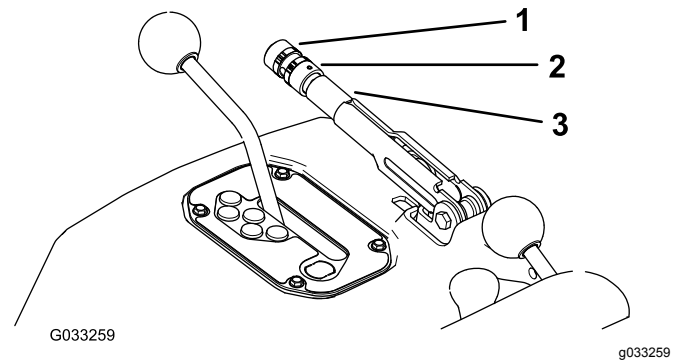

Figura 75
2. Desaperte o parafuso de afinação que fixa o manípulo à alavanca do travão de estacionamento (Figura 75).
3. Rode o manípulo (Figura 75) até ser necessária uma força de 20 a 22 kg para ativar a alavanca.
4. Aperte o parafuso de afinação quando concluir (Figura 75).